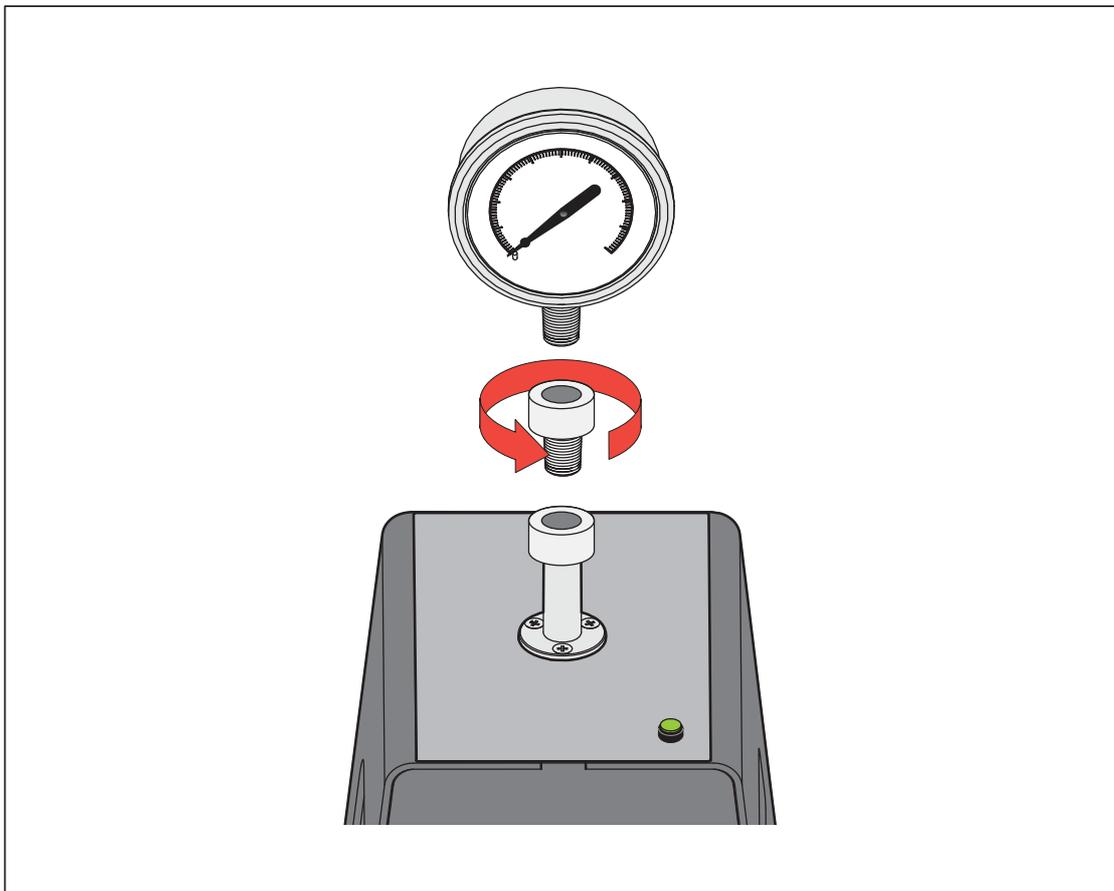

図 18. 圧力アダプタによる接続
1. UUT に適切なゲージ・アダプターをネジで固定します。図 18 を参照してください。